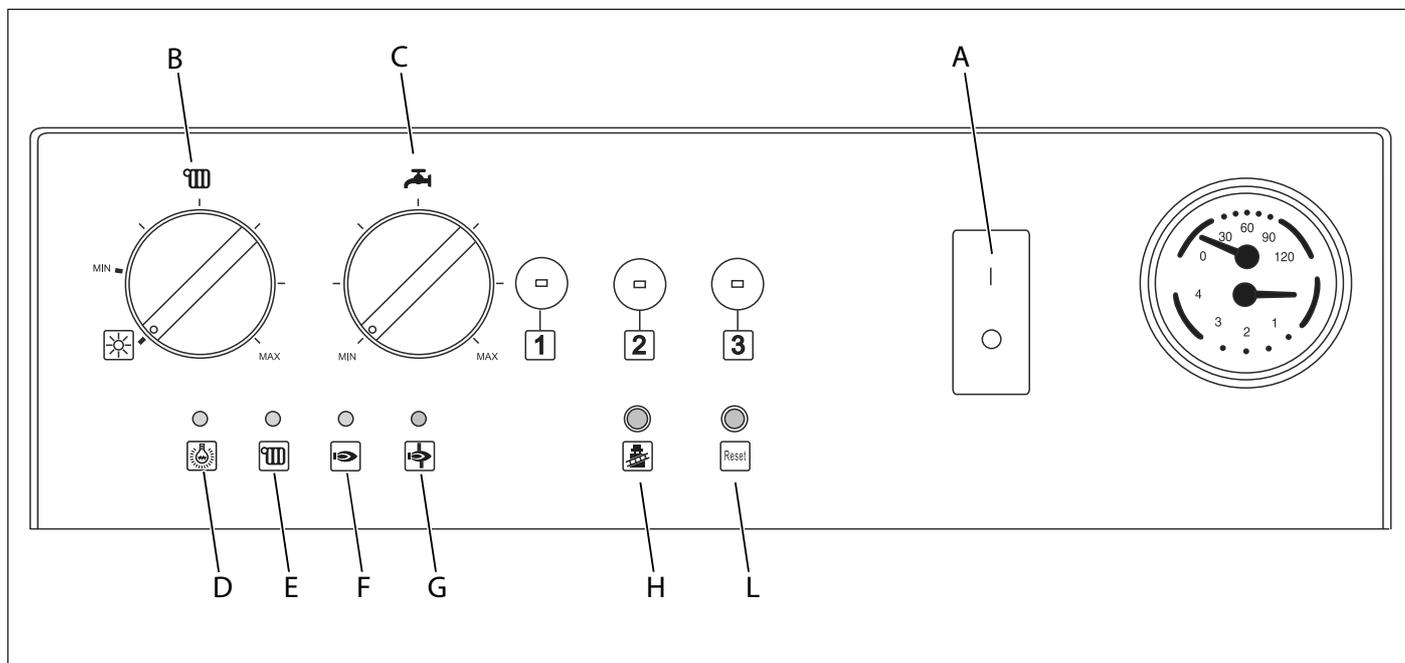

Fig. 65 Pannello di comando
In caso di anomalie il bruciatore si arresta automaticamente. La combinazione di diversi LED sul pannello comando (E, F, G fig. 65) indica il tipo di disfunzione.
Interruttore di esercizio (fig. 65, pos. A)
Commutatore per l'esercizio estivo e la regolazione della temperatura di mandata riscaldamento. (fig. 65, pos. B)
Se il commutatore girevole è in posizione , la caldaia produce esclusivamente acqua calda. Questa si può regolare opportunamente mediante il commutatore girevole. (fig. 65, pos. C)
Regolazione della temperatura dell'acqua calda e protezione antigelo (fig. 65, pos. C)
Nella caldaia SMILE Turbo 24 S/R il commutatore generale (fig. 65, pos. C) deve stare nella posizione  per escludere il circuito sanitario.
Con il commutatore girevole (fig. 65, pos. C) posizionato in  il circuito sanitario della caldaia viene escluso.
Se contemporaneamente il commutatore girevole (fig. 65, pos. B) si trova in posizione  viene attivata la funzione protezione antigelo dell'accumulo esterno.
LED "Avviso di esercizio" (verde) (fig. 65, pos. D)
LED "Esercizio di riscaldamento" (verde) (fig. 65, pos. E)
LED "Presenza fiamma" (verde) (fig. 65, pos. F)
LED "Disfunzione caldaia" (fig. 65, pos. G) (rosso)
Tasto "Reset" (fig. 65, pos. L)
Tasto "Spazzacamino" (fig. 65, pos. H)
- Per il funzionamento invernale, ruotare la manopola, contrassegnata con il simbolo radiatore (fig. 65, **pos. B**) vedi figura in alto, fino ad ottenere la temperatura desiderata nell'impianto di riscaldamento.
Per l'esercizio estivo della caldaia ad uso esclusivo per la produzione d'acqua calda sanitaria, portare il commutatore girevole (fig. 65, **pos. B**) nella posizione  e regolare la temperatura dell'acqua calda con la manopola contrassegnata con il simbolo rubinetto (fig. 65, **pos. C**) campo regolazione 35° - 60° C (escluso SMILE 24 Turbo S/R senza accumulo esterno).
Per arrestare la caldaia agire sull'interruttore generale (fig. 65, **pos. A**).
Nelle versioni SMILE solo riscaldamento, una funzione simile impedisce all'accumulo esterno di congelare, impostando il commutatore girevole (fig. 65, **pos. C**) contrassegnato con il simbolo rubinetto nella posizione